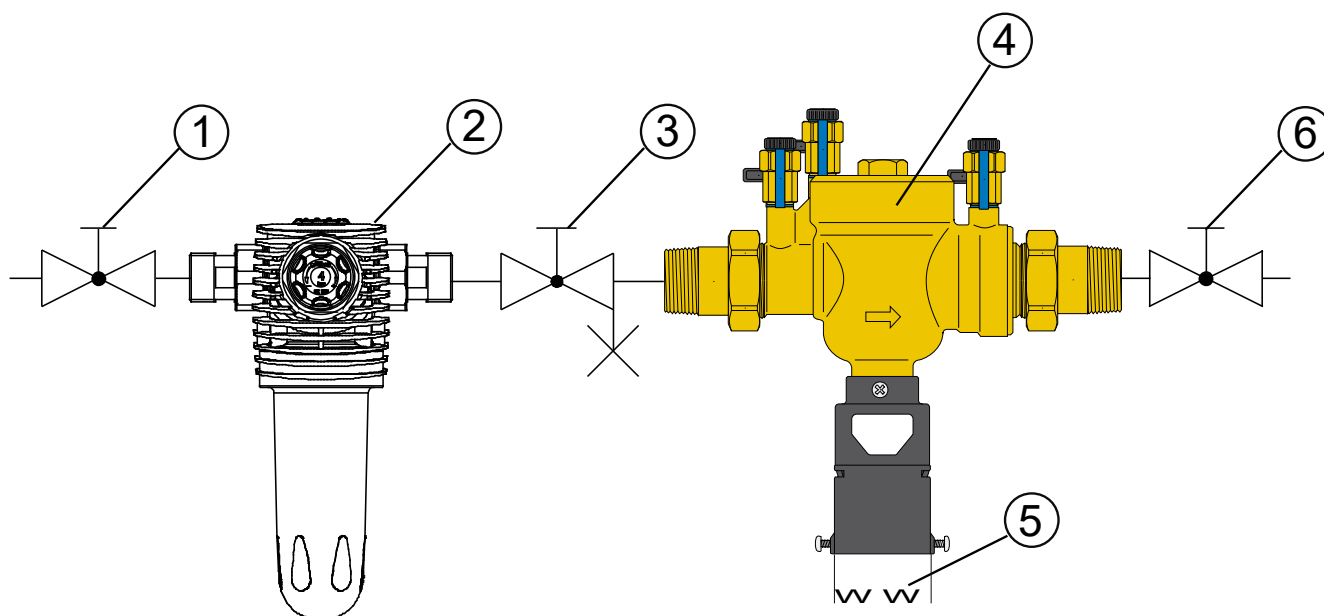

Рис. D-1: Пример монтажа разделителя систем GENO-DK 2
- Произвести монтаж в соответствии с чертежом монтажа (рис. D-1).